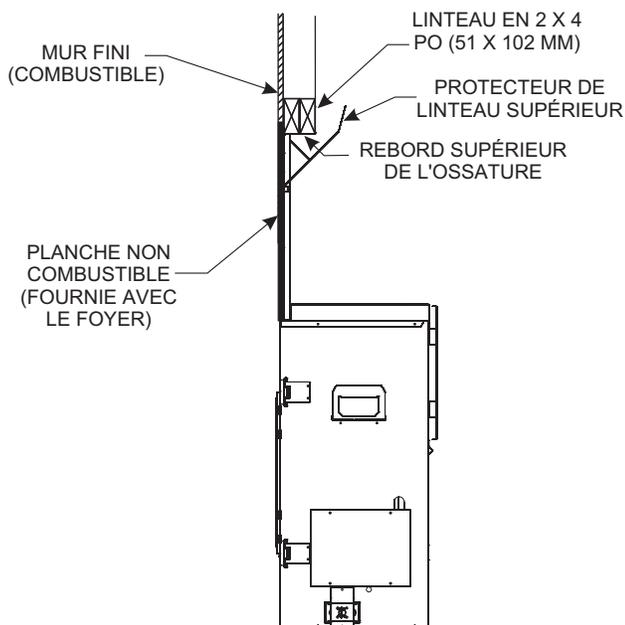

Figure 33
- Plaque non combustible installée affleurante à la façade (ferrures d'ossature en retrait de 1/2 po (13 mm)). **Voir Figure 33.**
- Les **Figures 33 et 34** montrent les deux options de finition.